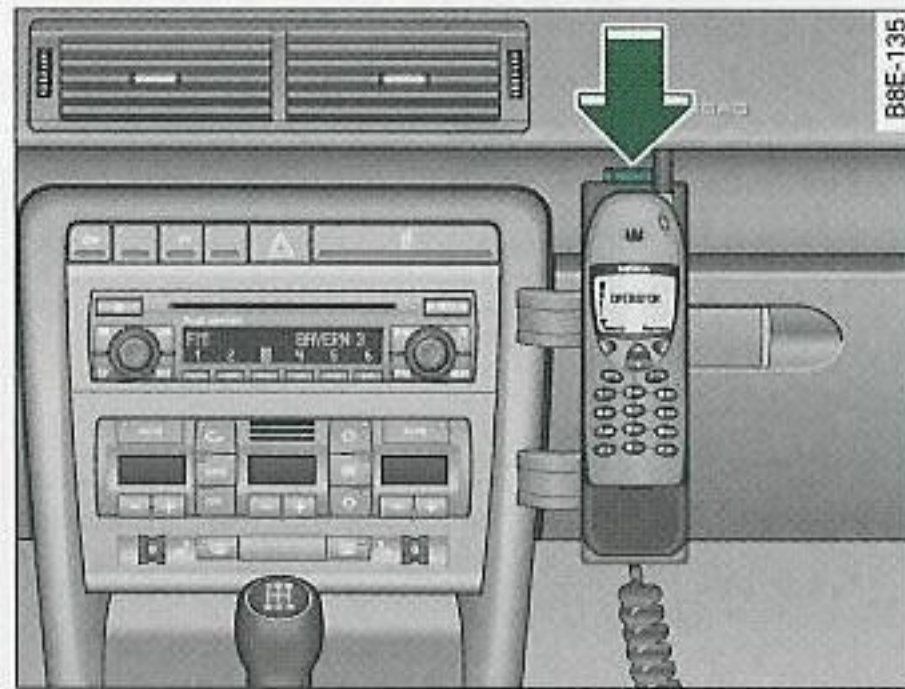

Fig. 166 Instalación para el teléfono móvil (red D/E)
- Pulsando la tecla ⇒ fig. 166 -flecha- se puede extraer el teléfono móvil del soporte.
La instalación de fábrica para teléfono móvil se encuentra o bien en la consola central ⇒ fig. 166 o bien en el reposabrazos.